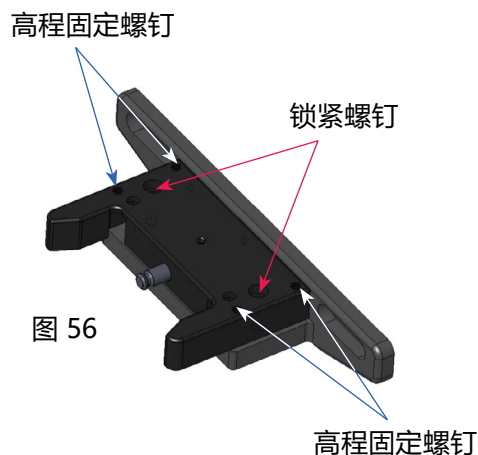

图 56
a. 首先调整现有 CT 上脚端碰锁安装块的高度, 方法是松开锁紧螺钉 (2) $\frac{1}{4}$ -20 (图 56)。